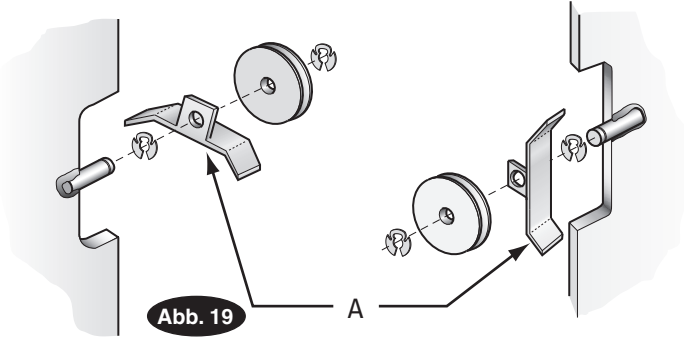

Abb. 19 Detail
- A) Laufrolle des Synchronisations-Seilzugs, Laufrollenabdeckungen und Sprengringe im oberen Schlitz der Stromversorgungseinheitssäule montieren, Abb. 19.